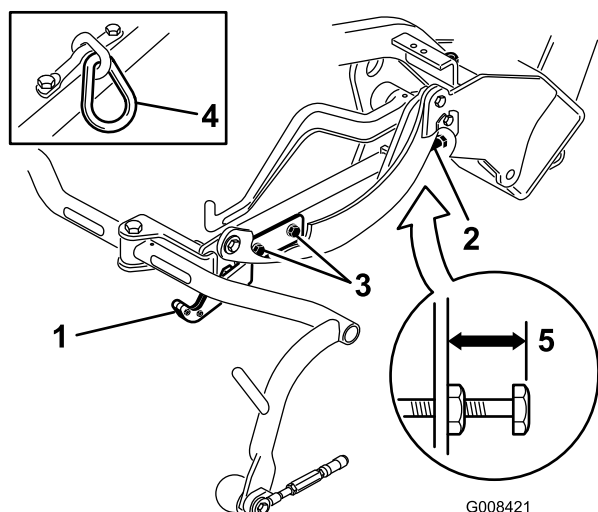
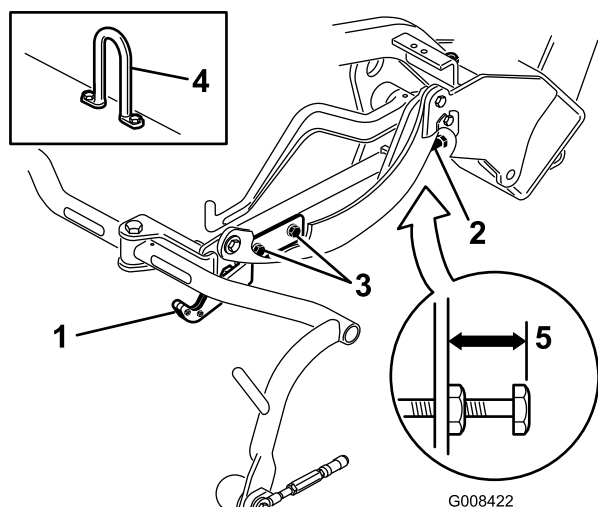
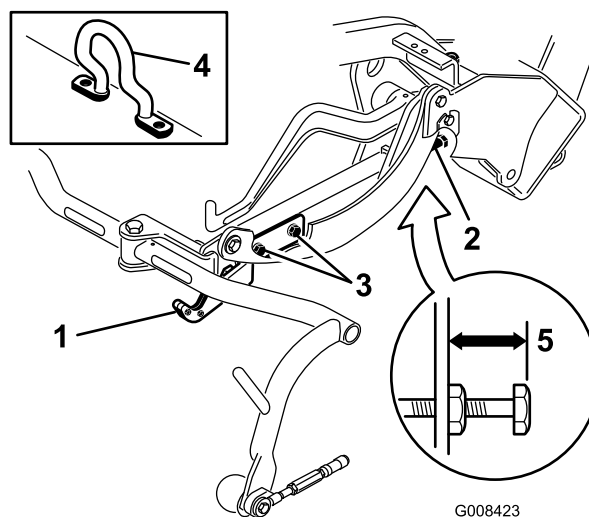

Figura 13
Figura 14
Figura 15
Verifique a altura de transporte (Figura 13 & Figura 14) e ajuste-a, se necessário.
2. Em unidades de corte equipadas com um elo de corrente ou um cilindro de elevação recto (Figura 13 e Figura 14, em destaque) verifique se a distância a partir da parte superior do parafuso de ajuste da estrutura de suporte até à parte posterior da estrutura de suporte é de 22 mm. Se a distância não for de 22 mm, passe ao passo 4. Se a unidade de corte estiver equipada com uma articulação de
elevação desviada (Figura 15), avance para o passo seguinte.
4. Desaperte os parafusos de montagem da placa de transporte (Figura 13, Figura 14 e Figura 15).
7. Se as estruturas de suporte não estiverem à mesma altura, desaperte a porca de bloqueio no parafuso de ajuste da estrutura de suporte (Figura 13, Figura 14 e Figura 15). Rode o parafuso para fora para elevar e para dentro para descer. Aperte a porca de bloqueio depois de alcançar a altura adequada.
3. Em unidades de corte equipadas com um elo de corrente ou um gancho de elevação desviado (Figura 15, em destaque) verifique se a distância a partir da parte superior do parafuso de ajuste da estrutura de suporte até à parte posterior da estrutura de suporte é de 25 mm. Se a distância não for de 25 mm, avance para o passo 4.